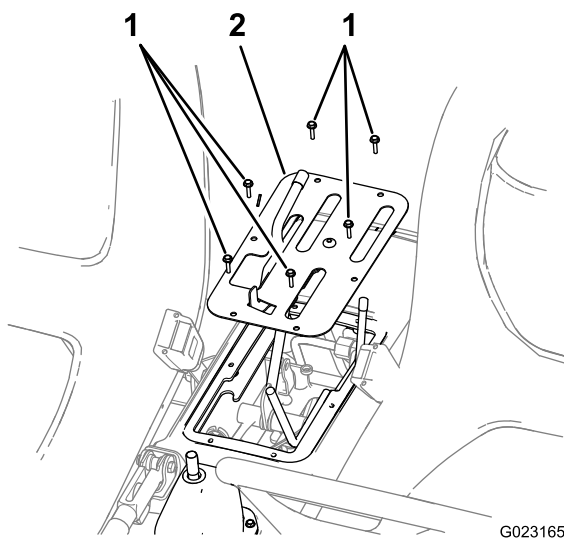

Рисунок 3
3. Отвинтите 6 винтов, которые крепят наружный край плоской крышки центрального пульта к шасси, и снимите плоскую крышку (**Рисунок 3**).